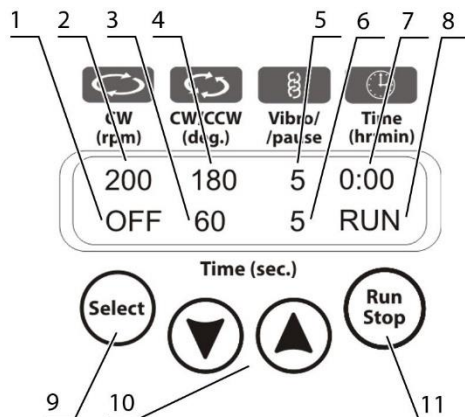

Рисунок 3. Панель управления
- В верхнем ряду: скорость перемешивания (рис. 3/2), угол поворота (рис. 3/4), угол вибродвижения (рис. 3/5), общий таймер (рис. 3/7);
- В нижнем ряду: таймеры перемешивания, возвратно-поступательного и вибродвижения (рис. 3/1, 3/3 и 3/6), статус (STOP, рис. 3/8).
- 5.5 Нажмите кнопку **Run Stop** (рис. 3/11) для запуска программы.
- 5.6 Начнется движение перемешивающего элемента, на дисплее появится соответствующая индикация RUN (рис. 3/8) и отсчет времени (рис. 3/1, 3/3, 3/6 и 3/7).
- 5.7 Если общий таймер установлен на 0:00 (рис. 3/2), то нажатие кнопки **Run Stop** переводит прибор в непрерывный режим работы до повторного нажатия этой кнопки.
- 5.8 Если общий таймер установлен на другое время, то по его окончании перемешивание прекращается. Дисплей отображает мигающую индикацию STOP (рис. 3/8), прибор издает звуковой сигнал. Для отключения сигнала нажмите кнопку **Run Stop**.